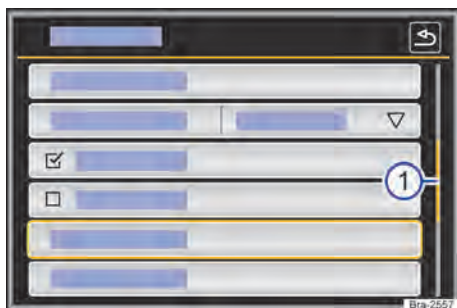

Fig. 118 Representación esquemática: entradas de la lista en el menú de configuraciones.
Se puede acceder a las entradas de la lista mediante un toque directo en el display o por medio de la tecla de regulación → fig. 118 (4).
Si en una vista de lista hay más registros seleccionables de los que se puede ver, se muestran botones de función para desplazar o una barra de desplazamiento a la derecha en la imagen → fig. 118 (1).